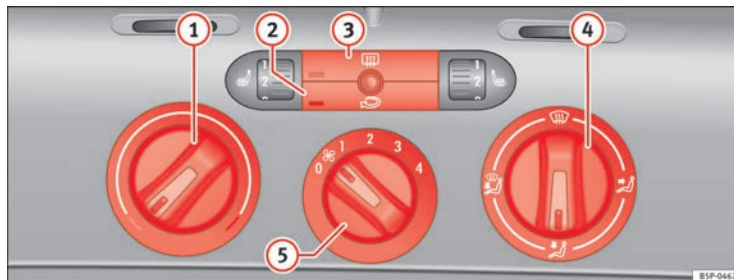

Fig. 105 Mandos de la calefacción en el tablero de instrumentos
- Con los reguladores $\Rightarrow$ fig. 105 ① y ④ y con el mando ⑤ se regula la temperatura, la distribución del aire y la velocidad de la turbina.
- Pulse la tecla ② o ③ para activar o desactivar la función correspondiente. Cuando la función está activa, la ventana situada en la esquina inferior izquierda de la tecla se ilumina.